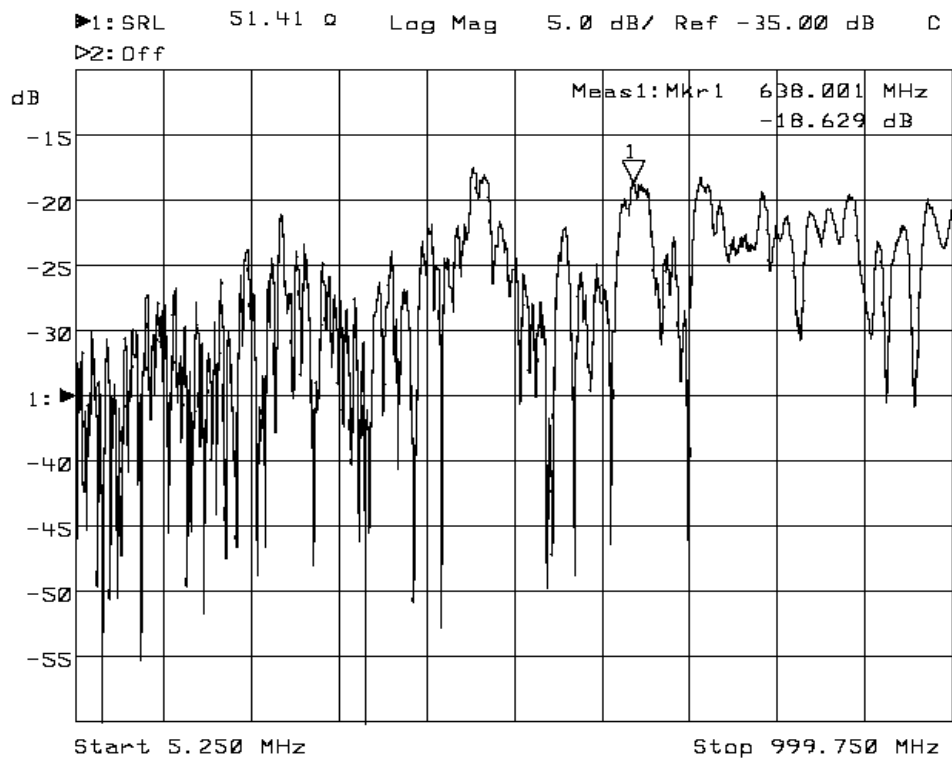

Figura 2-87. Respuesta Típica de Prueba de Cable en medida SRL.
f.. Note que la medida de impedancia promedio del cable se despliega en la parte superior de la pantalla del analizador. Ver Figura 2-87.
g. La Figura 2-87 muestra una típica respuesta de medida de revisión del cable SRL.